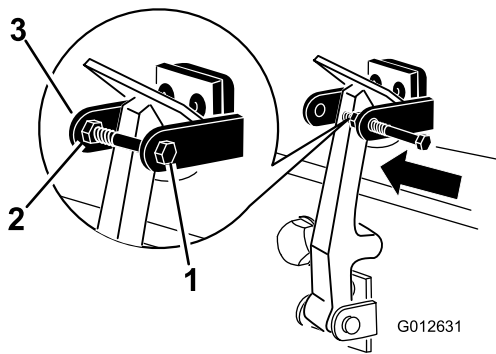

**Bild 6**
7. Haken Sie den Riegel in die Halterung des Motorhaubenriegels ein (Bild 6).